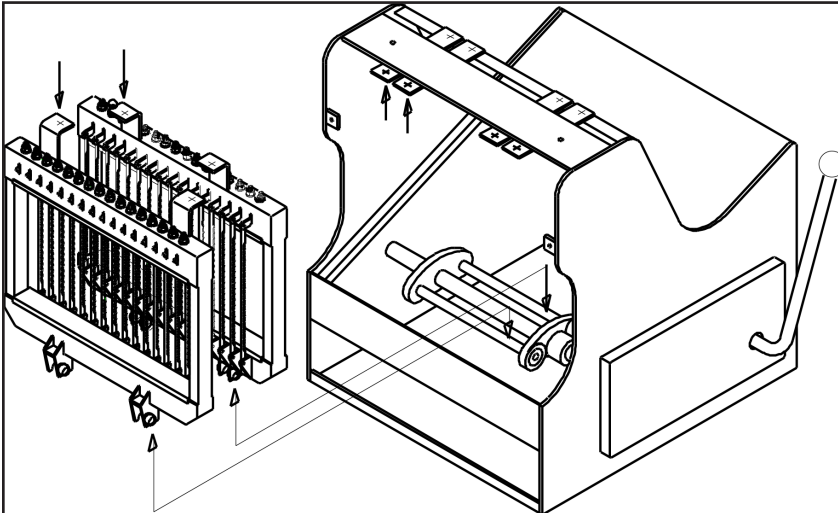

FIGURE 1
- To remove front knives frame for replacement of blades, it is necessary to take off the knives frame (see Fig.1 pg.11).
- Pour retirer les couteaux avant du châssis pour le remplacement des lames, il est nécessaire de déposer les couteaux du châssis (voir Fig.1 pg.11).